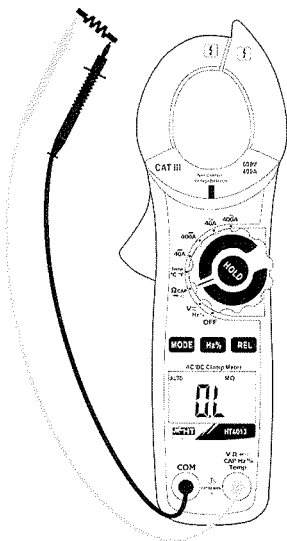

Fig. 5: Uso de la pinza para medida de Resistencia
3. Posicione las puntas de prueba en los puntos deseados del circuito en examen (Fig. 5). El valor de la resistencia se mostrará en pantalla